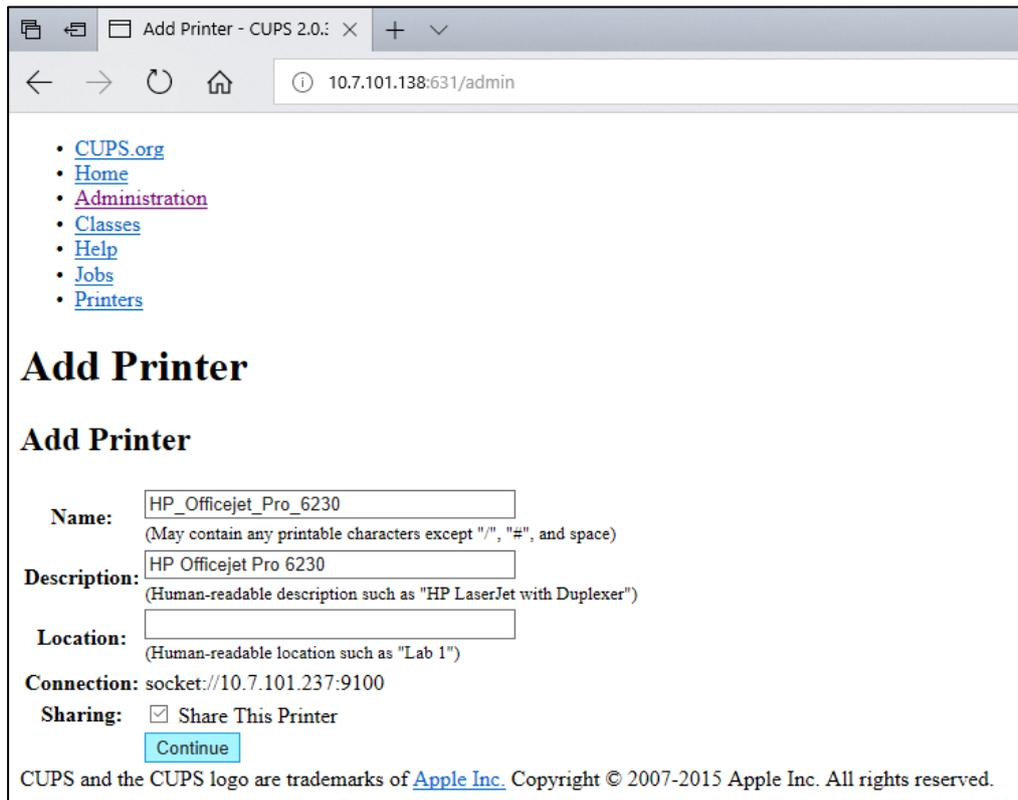

Figura 82. Ecrã Add printer (Adicionar impressora).
5. Selecione Share this printer (Partilhar esta impressora) e prima Continue (Continuar) (Figura 82).